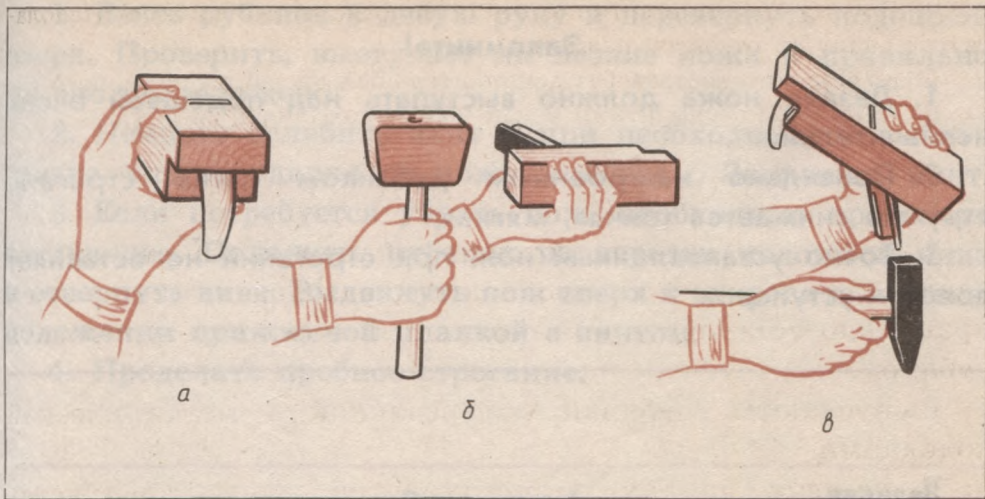

Рис. 120. Подготовка рубанка к работе: а — проверка положения лезвия относительно подошвы; б, в — регулировка лезвия.
1. Взять рубанок в левую руку и проверить, выступает ли лезвие ножа над подошвой (рис. 120, а).
2. Слегка ослабить крепление клина, при необходимости немного убрать или выпустить (выбить) лезвие ножа. В первом случае (рис. 120, б) киянкой ударяют по колодке рубанка, во втором (рис. 120, в) — слегка постукивают молотком по верхней части ножа.